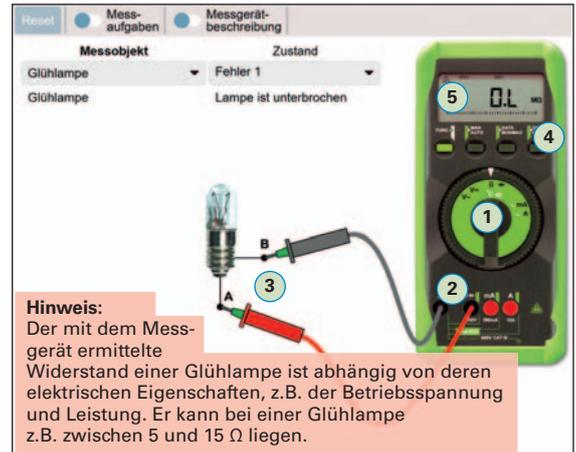

Bild 1: Widerstandsmessung bei einer Glühlampe
1. Bei einem Transistor gibt es mehrere Strecken, z. B. die Basis-Emitter-Strecke zwischen den Anschlüssen Basis (B) und Emitter (E), die auf Unterbrechung oder Kurzschluss geprüft werden müssen. Bereiten Sie das Messgerät zur Prüfung eines Transistors wie im **Bild 1** vor.